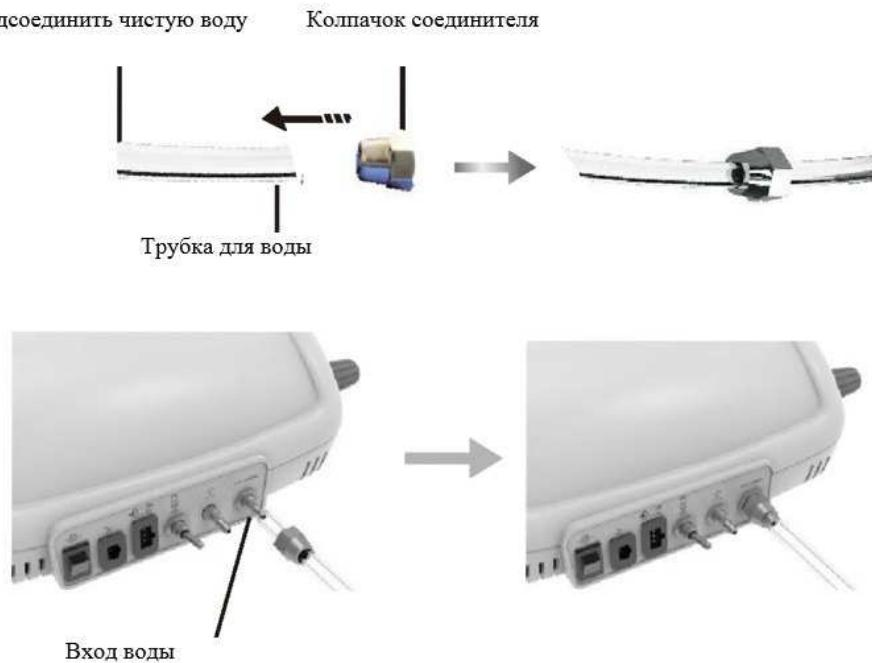

Рисунок 3
в) Схема подсоединения системы подачи воды показана на рис.3
- Соедините один конец трубы для воды со входом воды, а другой конец с источником чистой воды (рис.3)